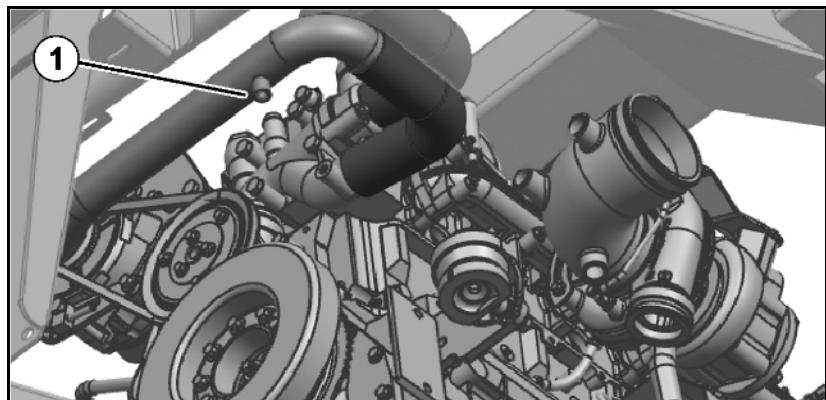

Рис. 162
2. Отверните и вывинтите фильтрующий элемент (Рис. 162/5) масляного фильтра при помощи стандартного инструмента.